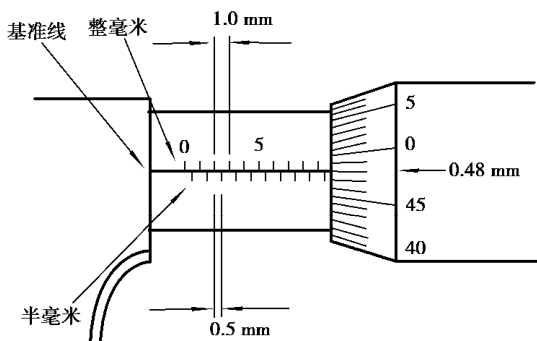

图 1.3.3 一把标准的公制千分尺的刻度
固定套筒上的刻度盘有主刻度尺和基准线（见图 1.3.3）。主刻度尺有整毫米（1.00 mm）和半毫米（0.5 mm）两种刻度。整毫米刻度是标在基准线上方的，每隔 5 个刻度用 0, 5, 10 等数字标记。半毫米的刻度是标在基准线下方的。
如图 1.3.3 所示为 9.00 mm。
(2) 若基准线下面的一个刻度露出, 就把半毫米刻度加到上面读出的读数上; 如果未露出, 则不加, 如图 1.3.3 所示为 $9.00 + 0.50 = 9.50$ mm。
(3) 读出微分筒上与固定套筒的基准线对齐的那条刻度线数值, 即为不足半毫米的测量值, 如图 1.3.3 所示为 $48 \times 0.01 = 0.48$ mm。若微分筒上的刻度线未与基准线对齐时, 则应加上估计值。
(4) 把 3 个读数加起来即为测得的实际尺寸数值, 图 1.3.3 中的测量值应为: